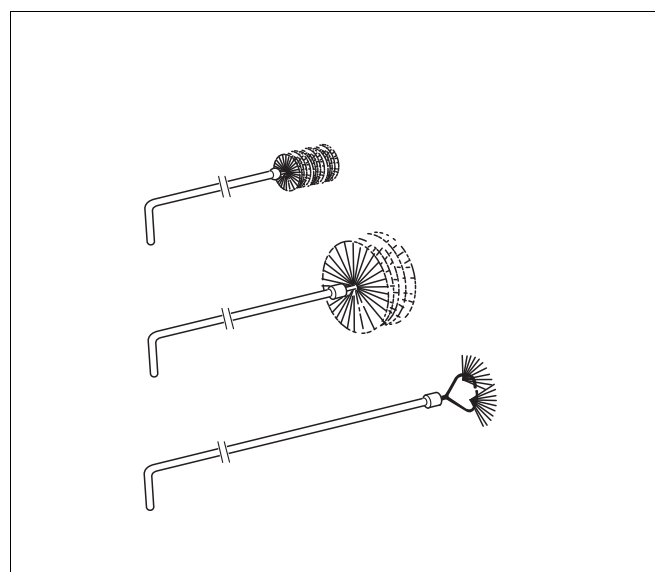
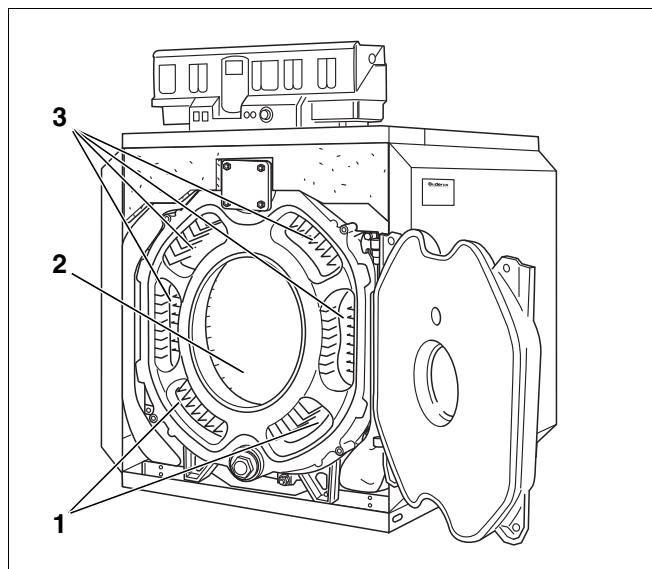

Fig. 53 Broses de nettoyage
Fig. 54 Nettoyage des parcours de fumées
La fig. 53 représente les différents types de brosse proposées par **Buderus** (option).
- Les parcours de fumées (fig. 54, [1] et [3]) doivent être nettoyés avec les brosses 1 et 2 (fig. 53) de l'avant vers l'arrière.
- Le reste du foyer (fig. 54, [2]) est à nettoyer avec la brosse 2.
- Nettoyer les parcours de fumées inférieurs par l'avant avec la brosse 2 (fig. 54, [1]).